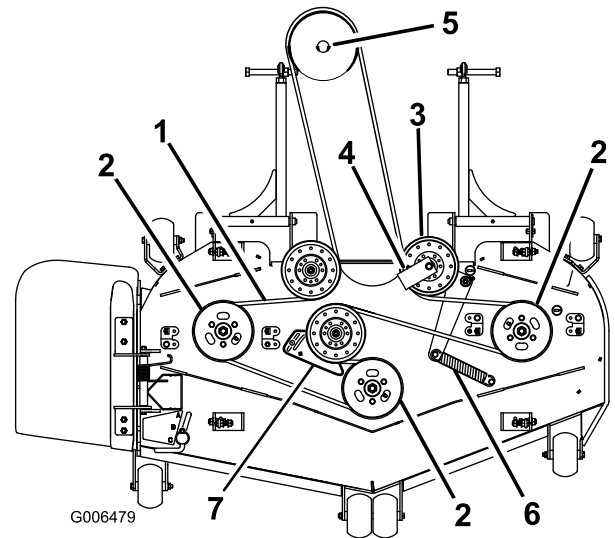

Figure 83
7. Enlevez le guide-courroie sur la poulie de tension rappelée par ressort, comme montré à la Figure 83.
9. Acheminez la courroie neuve autour des poulies du plateau de coupe et de la poulie du boîtier d'engrenages, sous le moteur (Figure 83).
10. Montez le guide-courroie sur la poulie de tension rappelée par ressort à un angle de 45 degrés, comme montré à la Figure 83. Serrez le boulon à un couple de 37 à 45 N·m.
11. Accrochez le ressort de tension aux 2 montants (Figure 83).